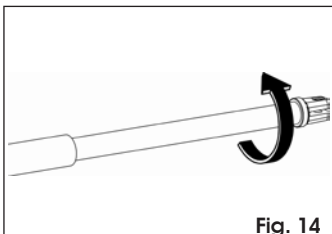

Fig. 14
- Draai de stang van de aandrijving een halve/één slag zodanig met de wijzers van de klok mee, Fig. 14, dat de stang wordt ingetrokken.